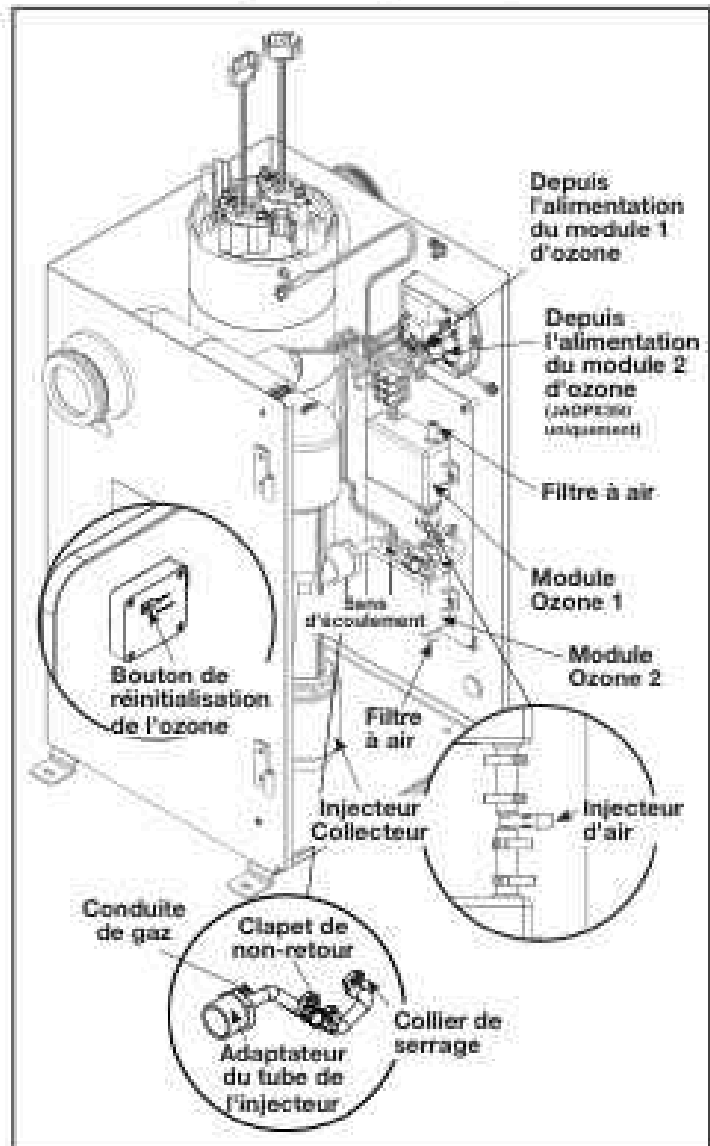

Figure 13. Modules d'ozone JAOPX200 / JAOPX350
- Réinitialiser l'indicateur d'ozone en appuyant sur le bouton Réinitialiser l'ozone situé sur la porte intérieure derrière les témoins des LED d'état. Voir la Figure 13 Bouton de réinitialisation de l'ozone.
2. Desserrer les colliers de serrage aux deux extrémités de la conduite de gaz d'ozone. Retirer le tuyau des injecteurs d'air de l'adaptateur du tube de l'injecteur et de l'injecteur d'air de sortie d'ozone du module d'ozone (utilisé sur le modèle JAOPX200) ou de l'adaptateur en T (utilisé uniquement sur le modèle JAOPX350). Voir la Figure 13 Injecteur d'air.
3. Orienter la conduite de gaz d'ozone comme indiqué à la Figure 13 (noter en légende le sens d'écoulement), en veillant à ce que le gaz circule vers le collecteur de l'injecteur. Rebrancher sur les injecteurs d'air de l'adaptateur du tube de l'injecteur et de l'injecteur d'air de sortie d'ozone du module d'ozone (utilisé sur le modèle JAOPX200) ou de l'adaptateur en T (utilisé uniquement sur le modèle JAOPX350). Utiliser des pinces pour fixer tous les colliers précédemment retirés ou desserrés.
5. Retirer le tuyau de l'adaptateur du tube de l'injecteur, puis dévisser l'adaptateur du collecteur de l'injecteur. Voir la Figure 13 Adaptateur du tube de l'injecteur.